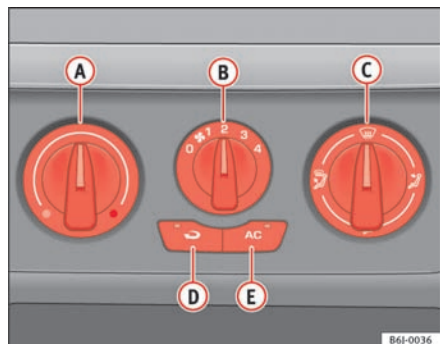

Fig. 93 I instrumentpanelet: betjeningselementer til varmeanlæg
- Du kan indstille temperaturen, luftfordelingen og blæsertrinet med drejekontakterne ⇒ fig. 93 **A** og **C** og med kontakten **B**.